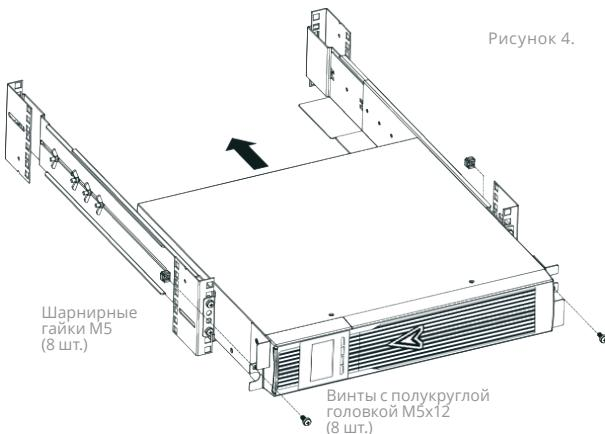

Рисунок 4.
I. Закрепите переднюю часть ИБП к стойке, используя один винт с круглой головкой M5x12 и одну гайку M5 с каждой стороны (см. Рис. 4). Установите нижний винт с каждой стороны через нижнее отверстие монтажного кронштейна и нижнее отверстие рейки.